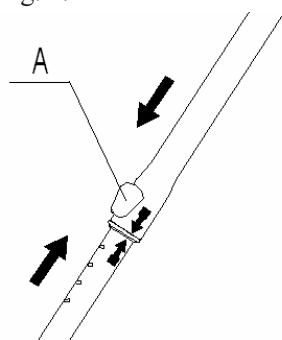

Fig. 2
2. Aligner les 2 flèches sur la partie haute et la partie basse du manche comme expliqué Fig. 2.